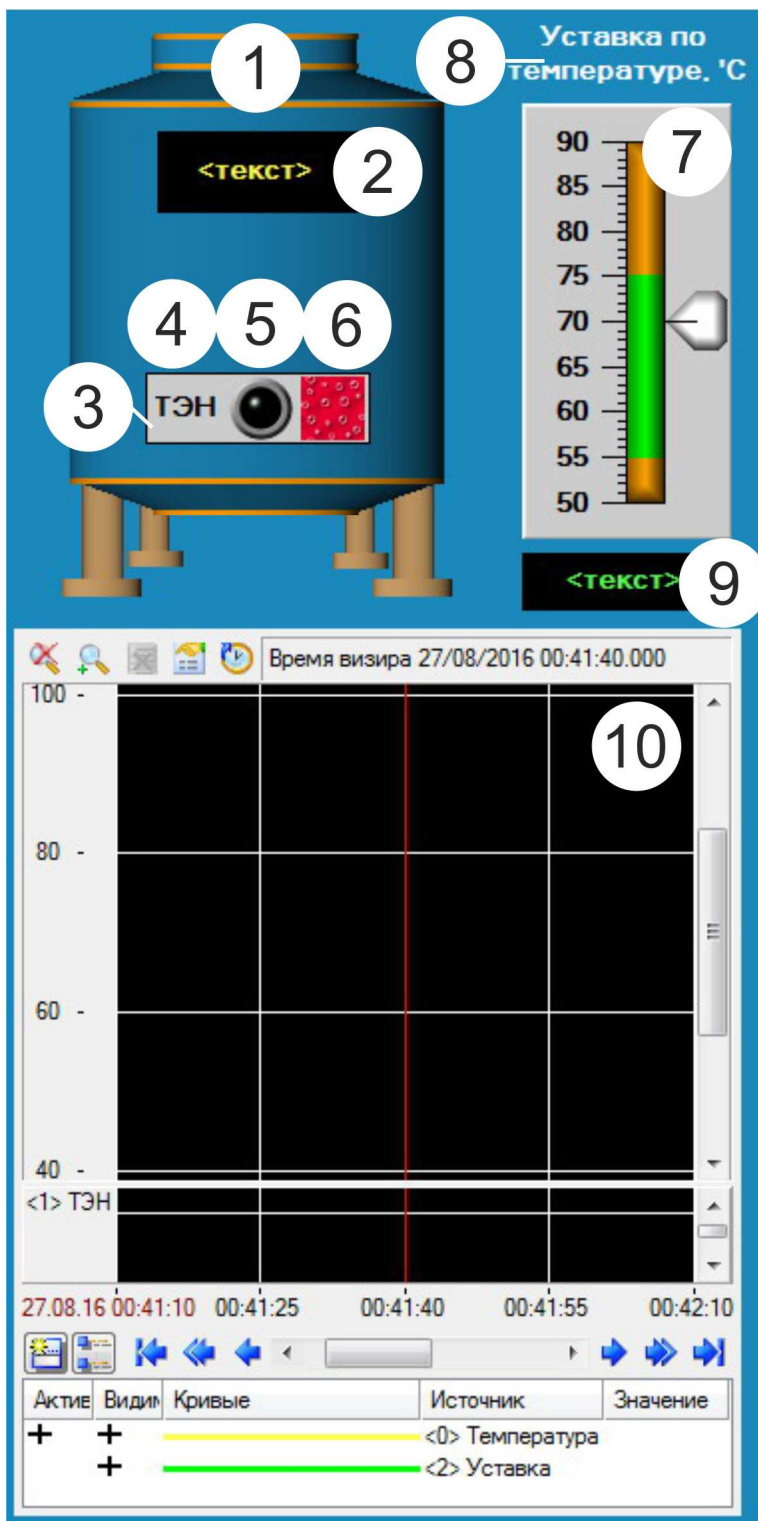

Рис. 2.5. Экран оператора
**Использование ресурса ГО «Емкость».** Нажмите ЛКМ на ГО «Графический\_объект\_1» и, не отпуская ее, перетащите ГО на открытый на редактирование в РПД шаблон экрана. Измените размер и, при необходимости, положение ГО (см. Создание ГЭ «Емкость» ЛРН№1) «Емкость» (элемент 1, рис. 2.5).